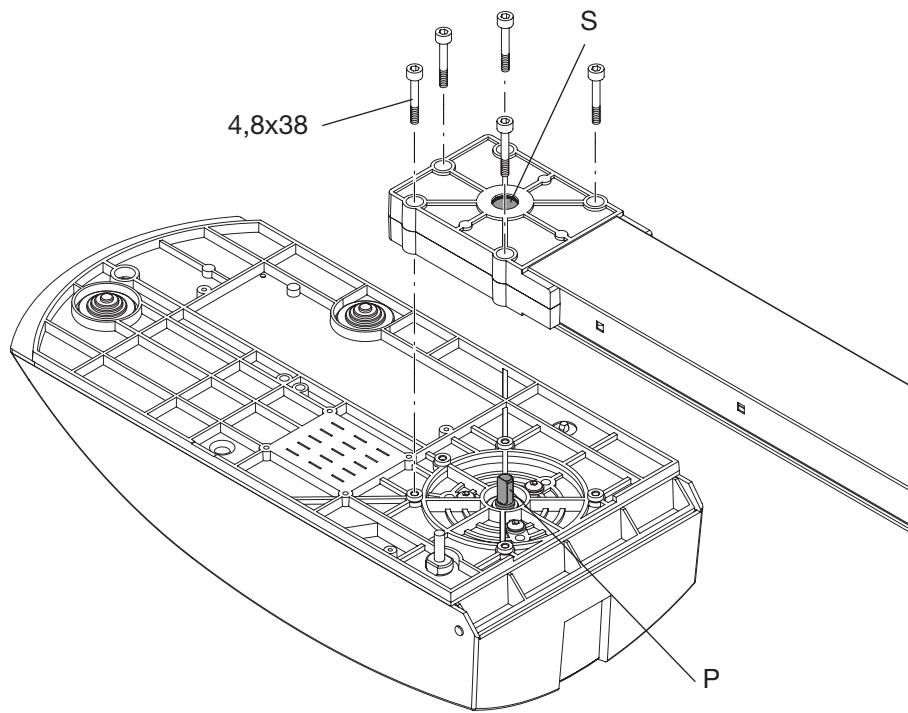

Fig.7
- muovere il carrello di trascinamento (Fig.6) fino a far collimare la sede della puleggia (rif. S di Fig. 7) con il perno dell'albero motore (rif. P di Fig. 7)
- fissare il binario alla base del motoriduttore come da Fig.7. Fissare con le 5 viti D4,8x38 la rotaia alla base del motoriduttore.